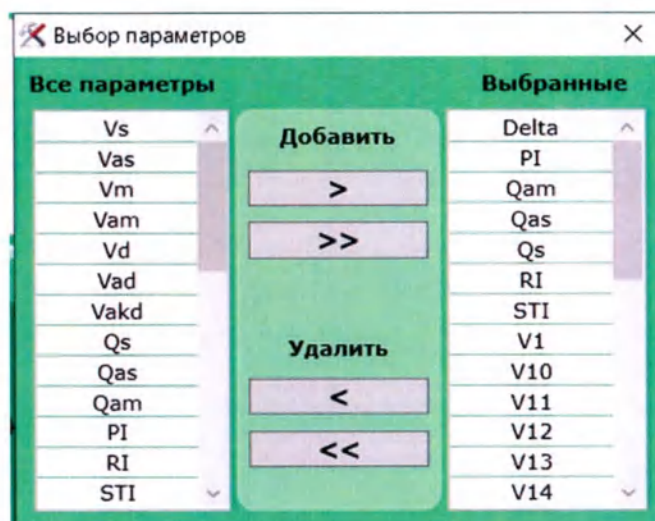

Рисунок 19 – Окно выбора отображаемых параметров
- Режим **Обследование/Выбор отображаемых параметров** позволяет выбрать те параметры, которые будут отображаться в протоколах обследований с помощью функциональных стрелок (> – добавить параметр, >> – добавить все параметры, < – удалить параметр, << – удалить все параметры) (рисунок 19).